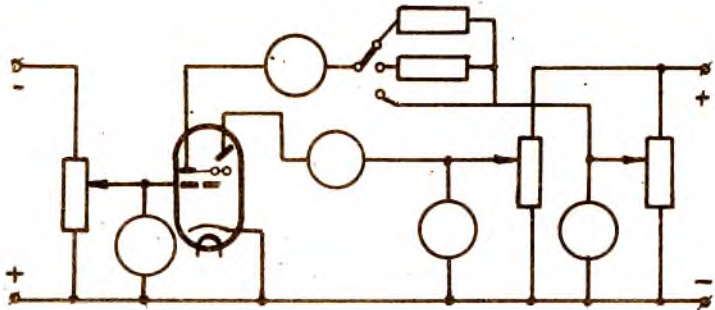

Рис. 4
Схема на рис. 4 дает возможность снять общую характеристику электронно-светового индикатора, а также характеристики отдельных его частей-триодной и индикаторной.
3. Снять семейство статических анодных  $I_a = f(U_a)$  характеристик триодной части индикатора при постоянном потенциале экрана  $U_3 = U_{3ном}$  для нескольких значений потенциалов управляющей сетки  $U_c$ , в том числе для номинального значения  $U_{cном}$  (рис. 4). Анодные потенциалы изменять от нуля до значения, ограничиваемого кривой предельной мощности, рассеиваемой анодом.